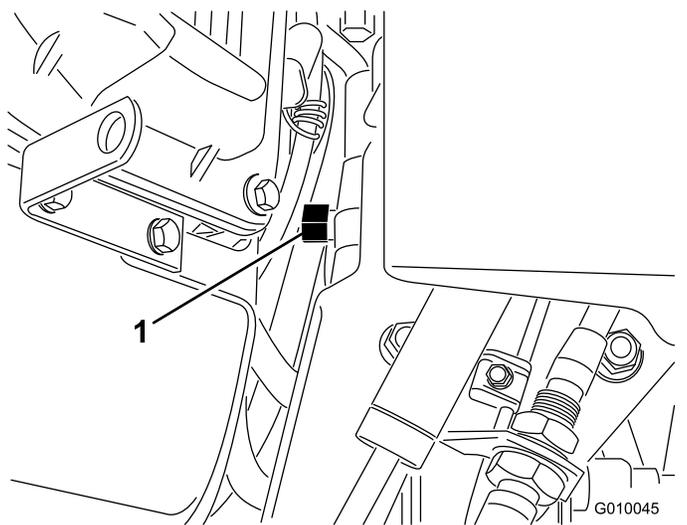

Рисунок 30
- Найдите перепускной клапан между двигателем и гидростатическим насосом (Рисунок 30).
- Ключом на 5/8 дюйма поверните перепускной клапан против часовой стрелки на 1 оборот. Это позволит пустить гидравлическую жидкость в обход насоса, так что колеса смогут вращаться (Рисунок 30).
- Чтобы снова включить аэратор, поверните перепускной клапан по часовой стрелке на 1 оборот (Рисунок 30).